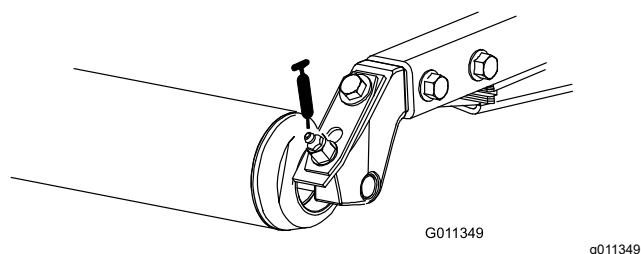

Figura 44
- Cuscinetti a rulli posteriori (2 per apparato di taglio) (Figura 44)